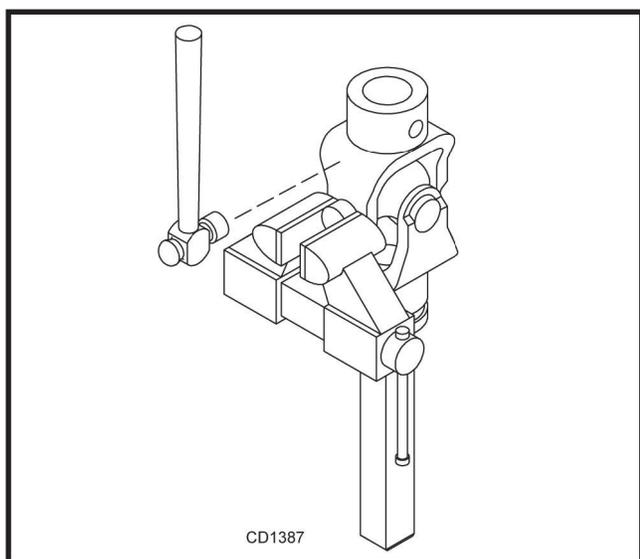

Figura 20. Remoção das tampas
3. Prenda a tampa no torno conforme mostrado na Figura 20 e bata no garfo para remover a tampa. Repita os passos 2 e 3 para a tampa do lado oposto.